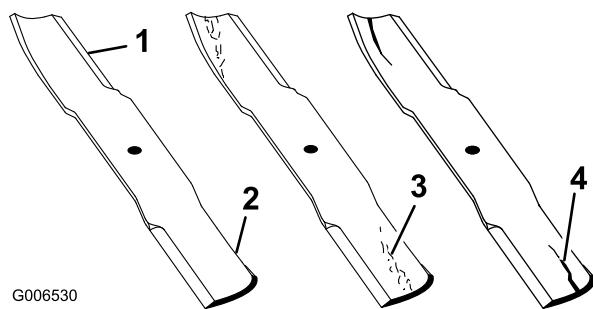

Figure 61
1. Examinez le tranchant des lames (Figure 61). Si les lames ne sont pas tranchantes ou si elles présentent des indentations, déposez-les et aiguisez-les (voir Aiguisage des lames).
2. Inspectez les lames, surtout la partie relevée (Figure 61). Remplacez immédiatement toute lame endommagée, usée ou qui présente une entaille (Figure 61).